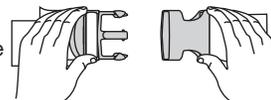

Fig. 17
1. Póngase el arnés bien utilizando la presilla o sobre la cabeza y sobre el hombro (Fig. 17).